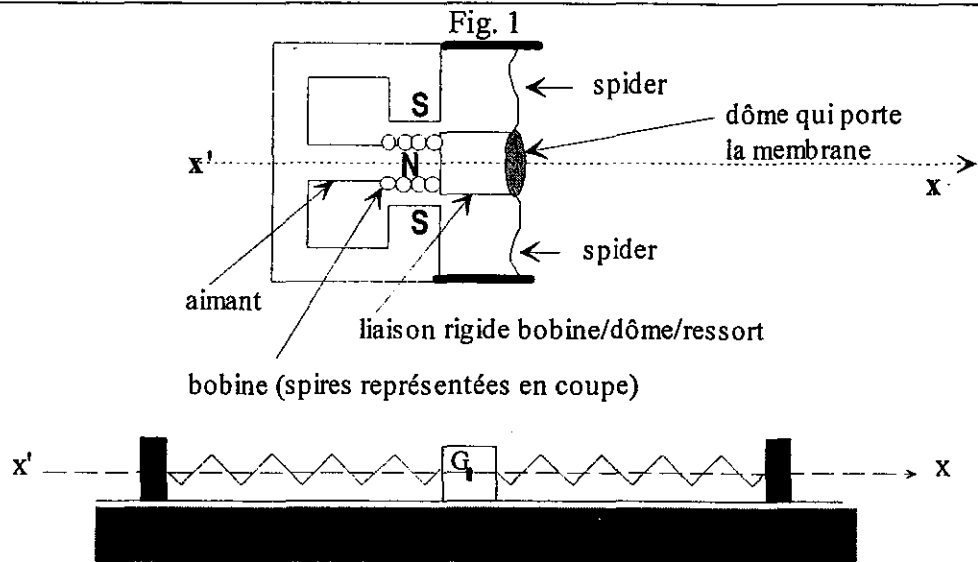

Fig. 2
La position du centre d'inertie de la masse m est repérée sur l'axe horizontal du mouvement par son abscisse x par rapport à la position d'équilibre. Après l'avoir écarté de sa position d'équilibre, on abandonne le système à lui-même sans lui communiquer de vitesse, et on enregistre la position de G au cours du temps. L'enregistrement est donné fig. 2.
- 1.1.1. Décrire avec précision une méthode permettant d'obtenir la courbe de la fig. 2. On précisera le matériel nécessaire et on schématisera l'expérience.